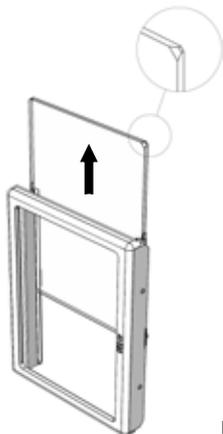

Fig. 47
- Ora è possibile estrarre il vetro centrale dall'alto (fig. 47).